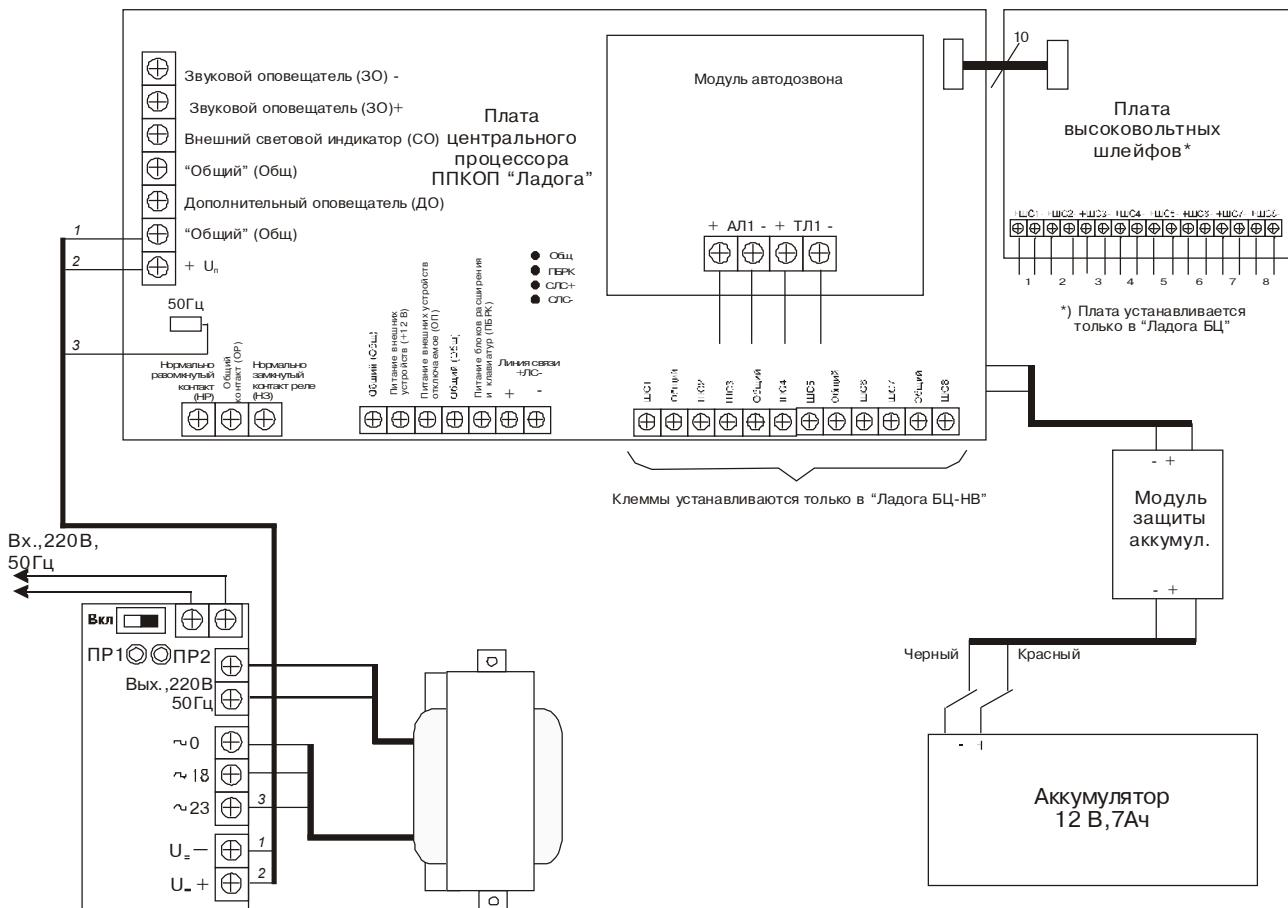

Рис. 1
1.3.1.1 Схема подключений БЦ приведена на рис. 1.
На ПЦП расположены контактные колодки для подключения внешних цепей (схема внешних подключений ПЦП приведена на рис. 1).
На плате высоковольтных шлейфов расположены контактные колодки для подключения ШС (схема расположения контактных колодок приведена на рис. 1).